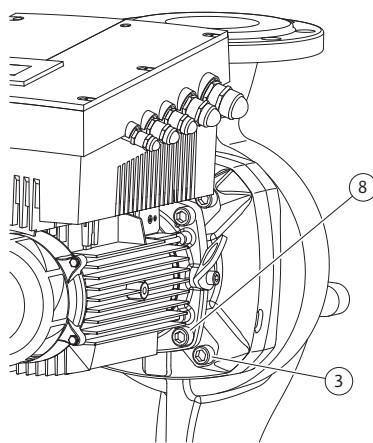

Fig.50: Moottori-juoksupyöräyksikön vaihtoehtoinen kiinnitys
11. Avaa ruuvit (Fig. 7, kohta 3) ja poista ne. Ota pumpputyyppistä riippuen ulommat ruuvit (Fig. 50, kohta 3). Moottori-juoksupyöräyksikkö (katso Fig. 13) jäät ruuvien poistamisen jälkeen pumpun pesään. Kallistumisvaaraa ei ole myöskään moottoriakselin vaakasuorassa asennossa.
16. Avaa pumpputyyppistä riippuen ruuvit (Fig. 7, kohta 10) tai vaihtoehtoisesti ruuvit (Fig. 50, kohta 8).
22. Työnnä tiivistelaippa varovasti akselin yli ja asemoi se vanhaan tai johonkin toiseen haluttuun kulma-asentoon moottorilaippaan nähdien. Kiinnitä tässä huomiota komponenttien sallittuihin asennusasentoihin (katso luku 7.1 "Sallitut asennusasennot ja komponenttien sijoituksen muutokset ennen asennusta" sivulla 79). Kiinnitä tiivistelaippa ruuveilla (Fig. 7, kohta 10) **tai** – pumpputyyppisä/tiivistelaippatyypeissä kuten (Fig.ssa 50) – ruuveilla (Fig. 50, kohta 8) moottorilaippaan.